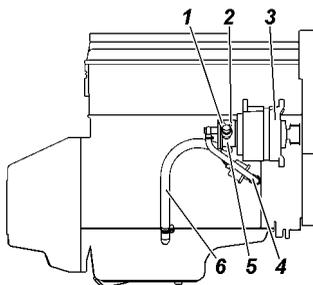

Рис. 9.38. Схема подключения вакуумного насоса:
**Внимание!** Для предотвращения выхода из строя вакуумного насоса запрещается эксплуатировать генератор, не присоединив шланг подвода масла 4 (рис. 9.38) к вакуумному насосу.